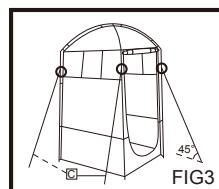

FIG3
6. Bind den ene ende af bardunerne <C> til de fire hjørneringe på yderteltet <A>. (FIG3)
7. Sæt den anden ende på teltplokkene <D> og fastgør dem ved at sætte teltpælene <D> i jorden. (FIG3)